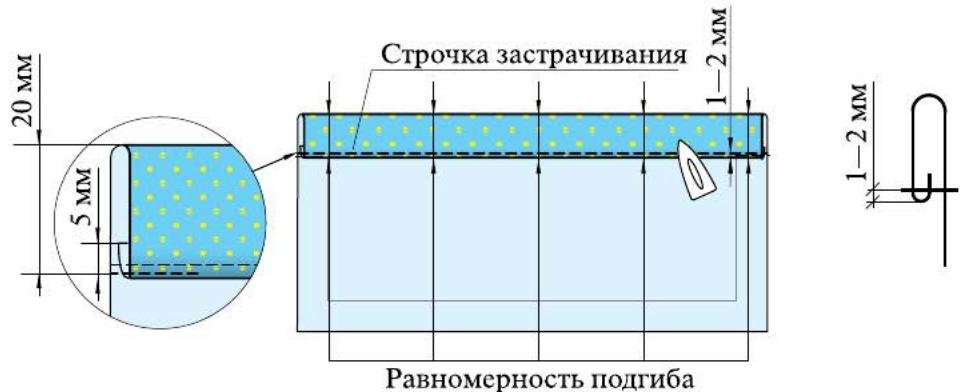

Рис. 6.52. Обработка верхнего среза кармана
2. **Застрочите** на расстоянии 1–2 мм от сгиба (рис. 6.52). Удалите СВН, **приутюжьте**.